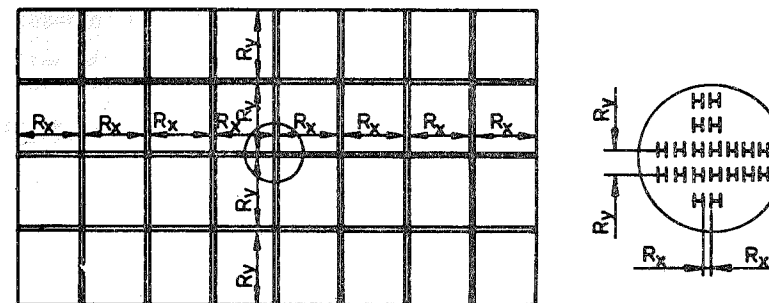
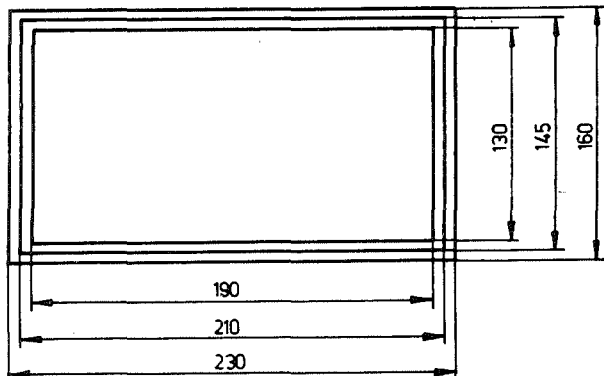
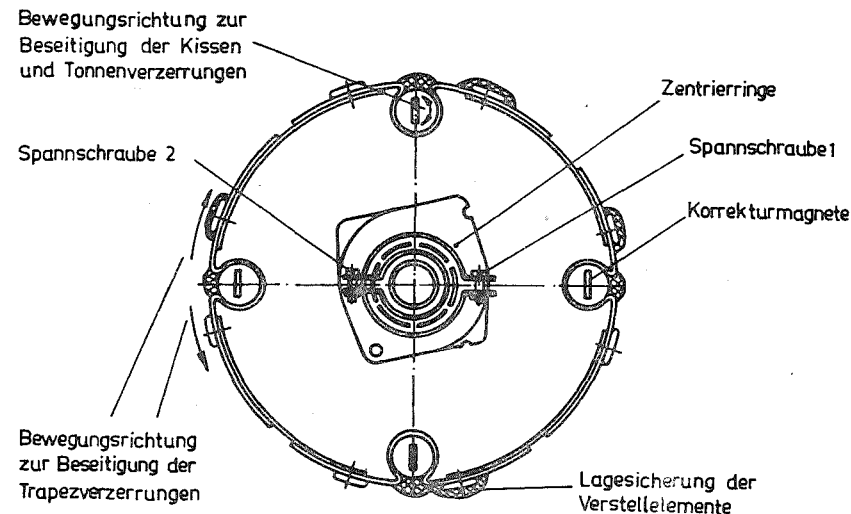

Bild 7: Testbild
Bild 8: Toleranzrahmen der Bildfeldbegrenzung
Bild 9: Korrekturerelemente der Ablenkeinheit
- Der Bildschirm wird mit dem Testbild nach Bild 7 (Abschnitt 5.3.4.1.) intensiv hell beschrieben (z.B. Eingangssignal INTENS an Stecker C9:5 an L legen).
Zur erfolgreichen Durchführung der Bildgeometriestellung ist es erforderlich, ein Testbild gemäß Bild 7 zu erzeugen und dieses mit dem Stahllineal auszumessen. Bild 8 gibt die Maße der Bildbegrenzung mit dem Toleranzfeld an.
- Ausmessung der horizontalen Teilungsabstände  $R_x$  mit einem Stahlmaß (siehe Bild 7 im Abschnitt 5.3.4.1.) Als Ergebnis der Einstellungen müssen folgende Maße erreicht werden:
Liegen die äußeren Bildfeldbegrenzungen des Testbildes durch tonnen- oder kissenförmige Verzerrungen außerhalb des Toleranzrahmens in Bild 8, ist durch Verdrehen der entsprechenden Magnete auf der Ablenkeinheit eine Korrektur möglich. Bild 9 zeigt die Lage aller Einstellelemente an der Ablenkeinheit.
Zur Beurteilung der Bildschärfe wird das Testbild nach Bild 7 verwendet.